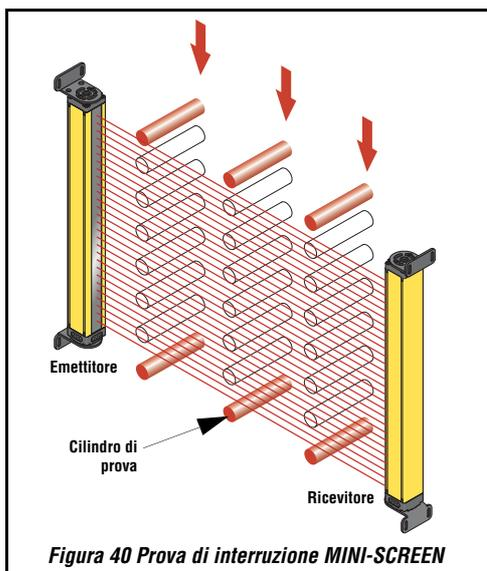

Figura 40 Prova di interruzione MINI-SCREEN
- 6) Facendo riferimento alla Figura 40 a pagina 39, fare scorrere, molto lentamente, il cilindro di prova dall'alto verso il basso in tre punti diversi della *zona di rilevamento*: